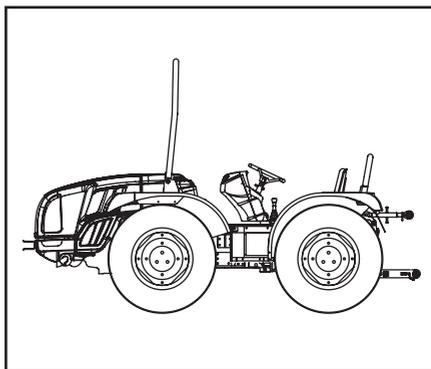

Fig. 2.1
- Arceau de sécurité toujours relevé en position de protection (Fig. 2.1). Nous recommandons de mettre les ceintures de sécurité selon les normes législatives en vigueur dans les différents marchés.